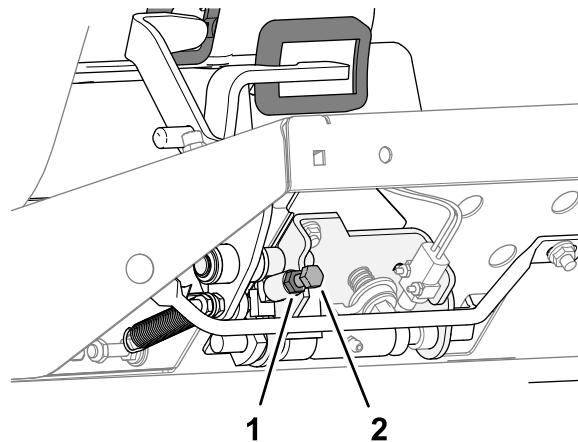

Figura 85
- Per diminuire la velocità di tosatura, ruotate la vite di arresto della velocità (Figura 85) in senso orario.